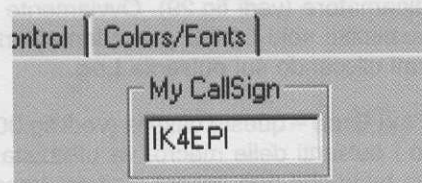

Fig.20 Se siete un Radioamatore sapete che la finestra "My CallSign" appartiene al vostro nominativo. La sigla IK4EPI è quella del nostro Direttore.
**My CallSign** – in questo riquadro, che riporta la scritta **LLSIGN SET** (vedi fig.19), va **obbligatoriamente** inserita la propria **sigla** di radioamatore, perché se questa casella rimane **vuota** il programma va solo in **ricezione** e **non** in **trasmissione**. Il nominativo, anche se digitato in **minuscolo**, viene sempre trascritto in **maiuscolo** (vedi in fig.20 la sigla **IK4EPI**).
**'mycall'** – inserisce la call (nominativo) che avete definito nel menu di configurazione (vedi fig.20).